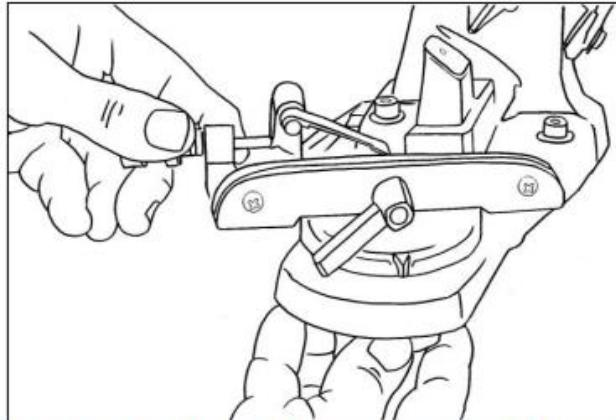

Рис.4 Установка рабочего стола на основание
- С помощью крепежной гайки, закрепите рабочий стол на основании (рис.4).